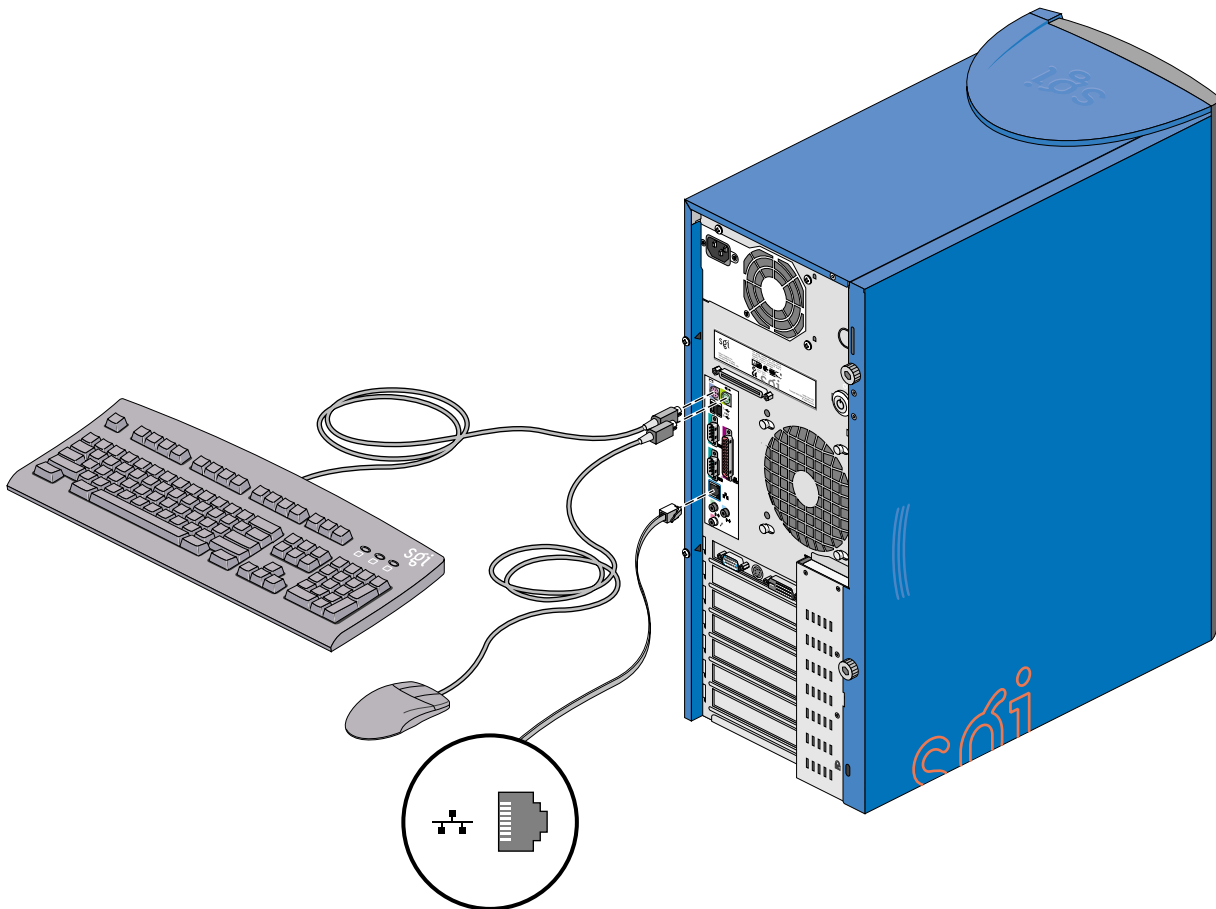

Abbildung 1-7 Anschließen von Tastatur, Maus und Ethernet-Kabel
2. Schließen Sie die Tastatur und die Maus wie in Abbildung 1-7 gezeigt an das System an.
3. Schließen Sie das Ethernet-Kabel wie in Abbildung 1-7 gezeigt an das System an. Der eingebaute Ethernet-Anschluss ist für 10-Base-T- bzw. 100-Base-TX-Ethernet-Netzwerke konzipiert und wird automatisch auf die richtige Geschwindigkeit umgeschaltet.